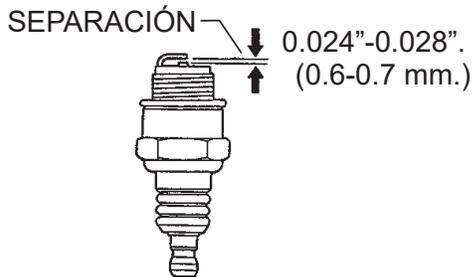

Figura 18. Separación entre puntas de la bujía
- Quite y limpie la bujía (Figura 18), y después ajuste la separación entre las puntas de la bujía a 0.024"~0.028" (0.6~0.7 mm). Esta unidad dispone de encendido electrónico, lo que no requiere ajustes.